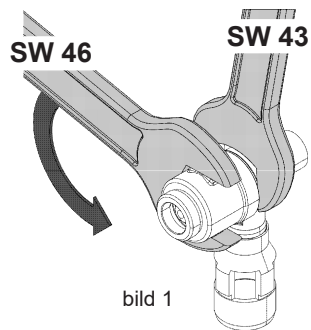

bild 1
- Öppna huset på återsugningskyddet (bild 1).